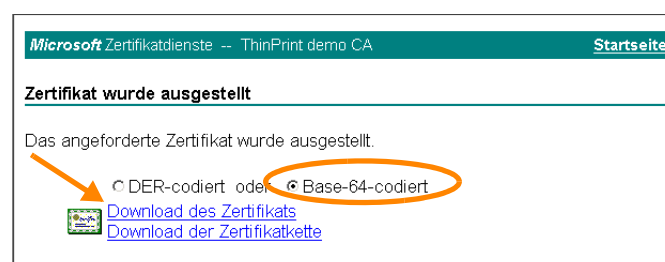

Bild 37 Webseite des Servers: ausgestellttes Zertifikat installieren
- Sie erhalten die Nachricht, dass das ausgewählte Zertifikat ausgestellt wurde. Wählen Sie die Option Base-64-codiert wie in Bild 37 und klicken anschließend auf DOWNLOAD DES ZERTIFIKATS.